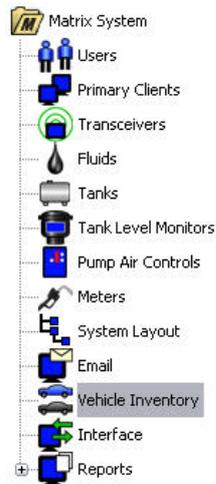

ABB. 149
1. Wählen Sie **Fahrzeugbestand** aus der Liste im Matrix-Systembereich aus (ABB. 149).